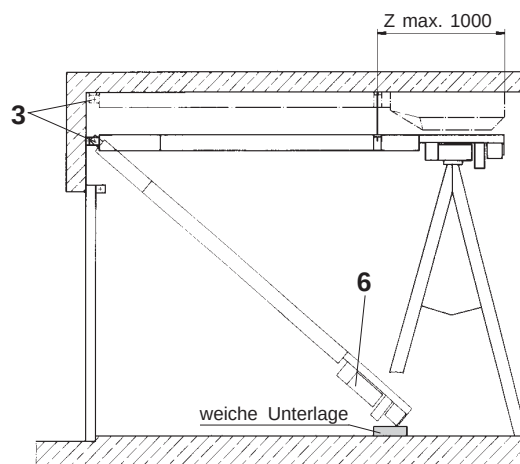

Fig. 4
- Nutensteine beidseitig mit einer Kippbewegung in Aluminiumprofil (8) einlegen.
- Aufhängewinkel (7) und Zubehör, gemäss beigelegter Zeichnung, mit Rippenschrauben am Aluminiumprofil (8) befestigen.
- A • Vorderen Bügel (3) von der Antriebsverlängerung lösen und am Sturz befestigen.
- Antrieb gemäss Fig. 4 anheben und mit Schrauben an Bügel (3) befestigen. Achtung: Antriebskopf (6) nicht beschädigen!
- B • Vordere Aufhängewinkel (7) im Aluminiumprofil (8) ganz nach vorne schieben.
- Antrieb hinten anheben und Antriebskopf (6) z. B. auf Treppenleiter oder Lagerböcke abstützen. Hintere Aufhängewinkel (7) an Decke befestigen. Fig. 4 und Fig. 5